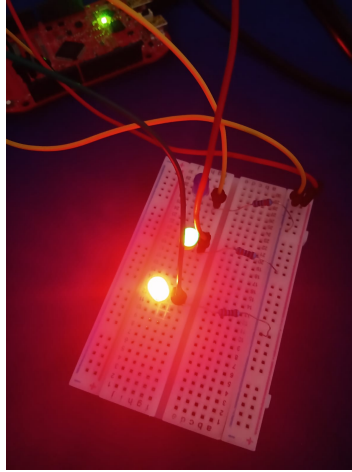

Figura 2: LED RGB - RED
- Figura 2 é a configuração do LED RGB para a cor vermelha.